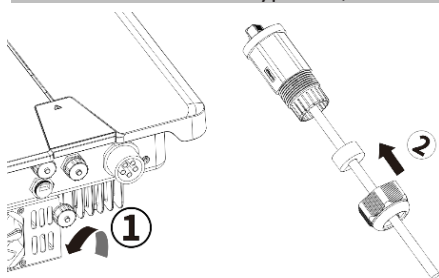

Abb. 34. Netzwerkstecker konfigurieren
1. Abdeckkappe (Pos. 1 in Abb. 34) des Kommunikationsanschlusses abdrehen und 8-poliges Netzkabel durch die beiliegende Gewindehülse mit Überwurfmutter und Dichtung (Pos. 2) führen.